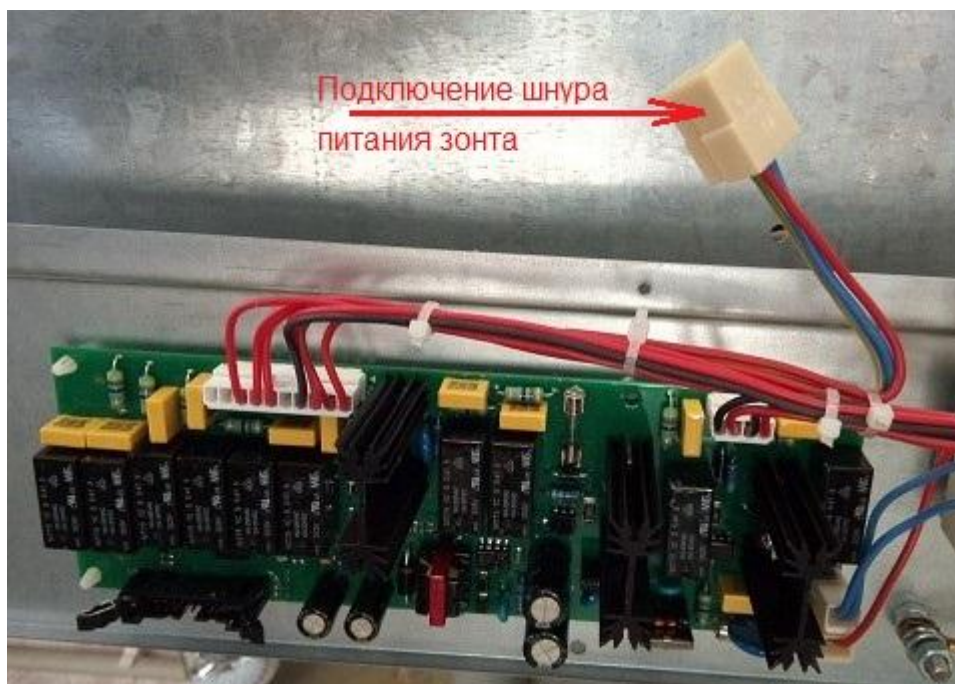

Рис.1 Место подключения шнура питания зонта к колодке 45 7373 9005 КЭП-6(10)
- коричневый, синий и желто-зеленый провод шнура питания зонта с наконечниками (Шз) установить в колодку 45.7373.9006 из комплекта, при этом соблюдая цветовое соответствие проводов колодки 45.7373.9005 КЭП-4 (рис.1);